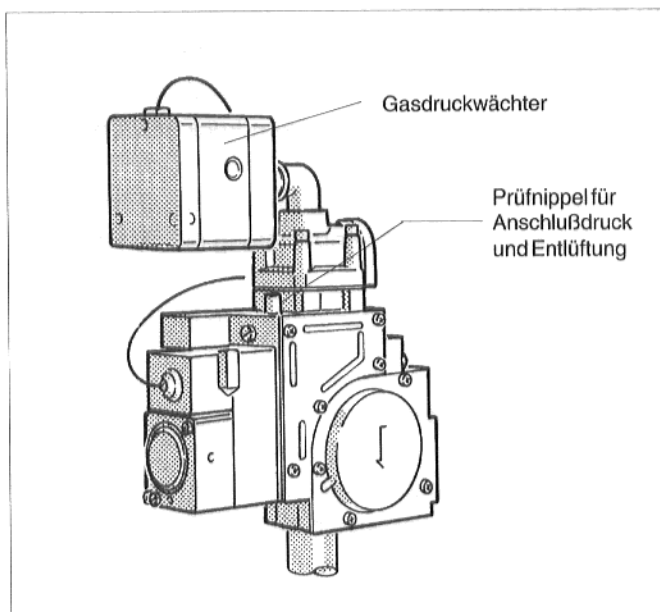

Abb. 7: Gasbrennerarmatur "Honeywell" VR 4905
- Einstellung des Gasdruckwächters (Abb. 7 und 8) auf die vorhandene Gasart überprüfen und eventuell korrigieren:
- Lösen Sie die Verschlußschraube des Prüfnippels für Anschlußdruck an der Gasbrennerarmatur (Abb. 7 und 8) zwei Umdrehungen.